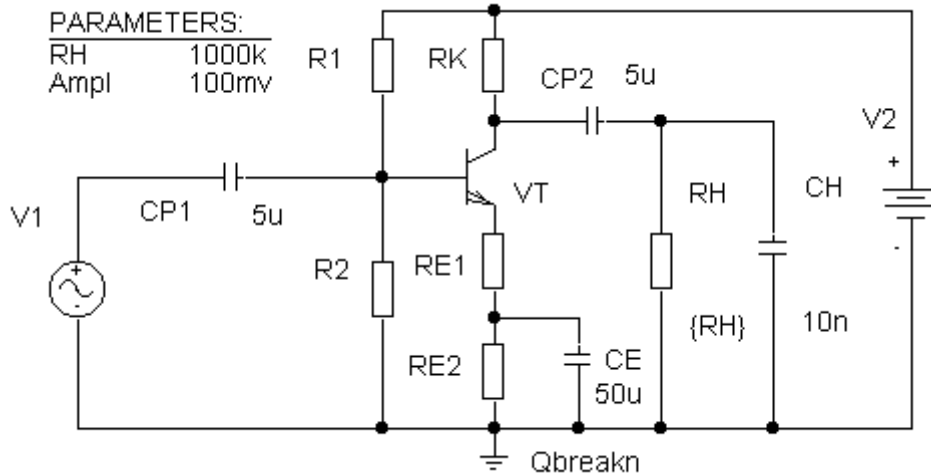

Рис. 2. Рабочая схема каскада общий эмиттер
1. Собрать схему согласно рис. 2. Редакторе схем программного пакета СхСАПР ORCAD 9.2 - «Schematics».